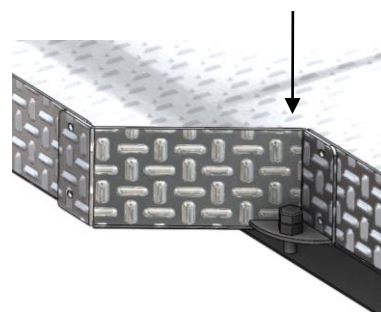

Рис.3
8. Отрегулировать резиновые упоры (вывернуть или завернуть рукой) таким образом, чтобы они упирались в закрытый задний борт грузового отсека. Ввернуть болты-ограничители (см. рис.3). Закрыть задний борт. **ВНИМАНИЕ!** Запрещена эксплуатация платформы с открытым задним бортом!